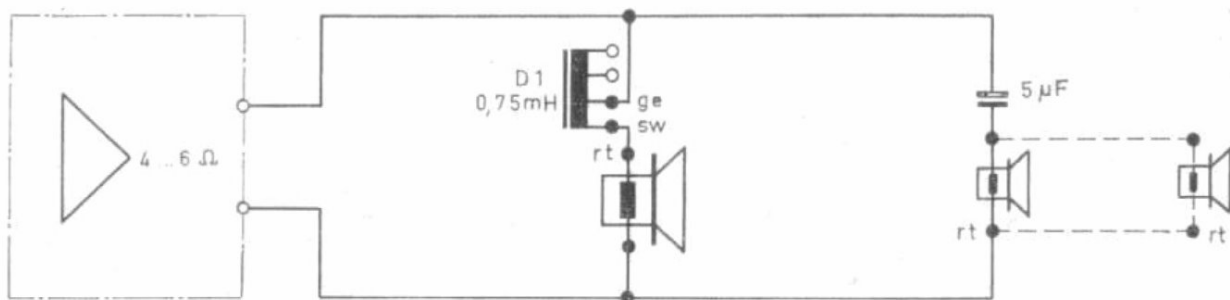
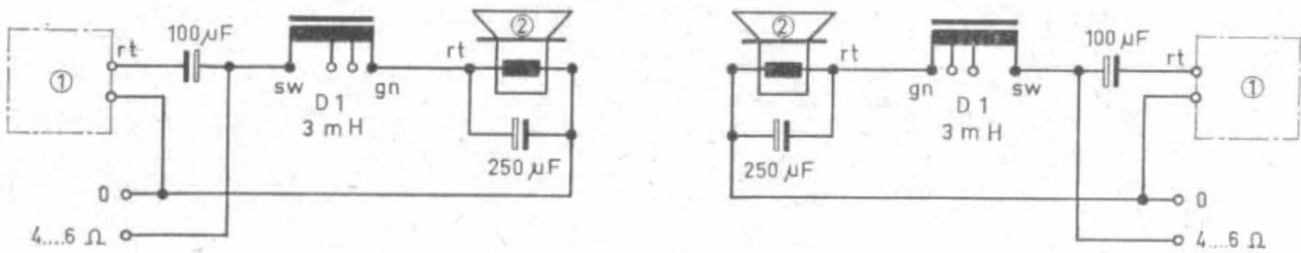
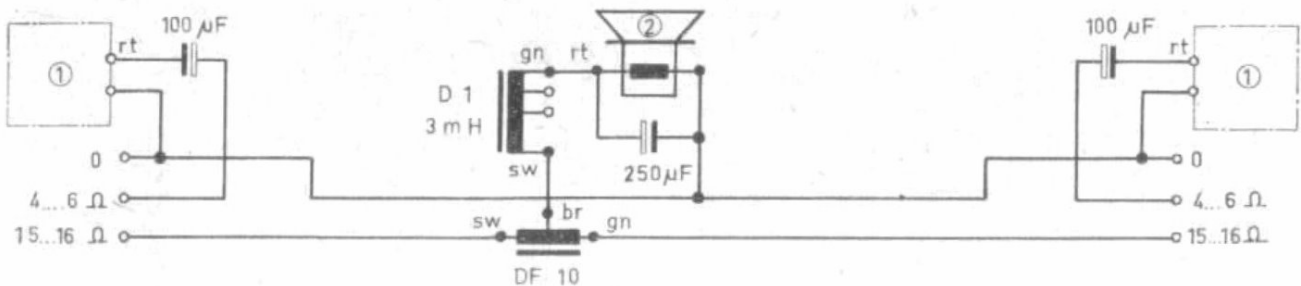

Abb. 7
Abb. 11
Abb. 12
Abb. 7 zeigt die Zusammenschaltung eines Tieftonlautsprechers mit 1 oder 2 Hochtonlautsprechern, wenn kein zusätzlicher Mitteltonlautsprecher verwendet werden soll. Die gleiche Schaltung findet auch bei der Kombination eines Mitteltonlautsprechers mit Hochtonlautsprechern Verwendung, wie sie z. B. für Stereo-Anlagen nach Abb. 11 und Abb. 12 benötigt wird. In diesem Fall kann die Drossel D 1 entfallen.
- B. Von jeder Seite werden nur die Stereo-Frequenzen oberhalb 250 Hz abgestrahlt, die tiefen Frequenzen bis 250 Hz dagegen von zwei elektrisch getrennt bleibenden Tieftönern, die dicht beieinander in der Mitte zwischen den Basislautsprechern oder sogar in einem gemeinsamen Gehäuse untergebracht sind. Die Schaltung einer solchen Anlage erfolgt z. B. nach Abb. 11. Geeignete Basislautsprecher finden Sie unter Punkt 5.2.
Bei Verstärkern mit eingebauten Ausgangsübertragern, die getrennte Anschlußmöglichkeiten für 4- bis 6-Ohm- und 15- bis 16-Ohm-Lautsprecher besitzen, kann der gemeinsame Tieftonlautsprecher entsprechend Abb. 12 angeschlossen werden. Bei anderen Typen, bei denen ein Mono-Ausgang (Summe A + B) vorhanden ist, kann der Differentialübertrager DF 10 entfallen und der Tieftonlautsprecher mit Drossel D 1 und Elektrolytkondensator 250 μF direkt an den Summenausgang angeschlossen werden.
Erläuterungen zu Abb. 11 und 12
A. 1 PT 203 C und 1 oder 2 HM 10 C nach Abbildung 7 zusammenschaltet*
B. 1 P 25 A und 1 oder 2 HM 10 C nach Abbildung 7 zusammenschaltet*
Die Dauerbelastbarkeit der Selbstbauvorschläge P. bis T. beträgt bei Anschluß nach Abb. 11 oder Abb. 12 jeweils etwa 15 Watt. Die obere Frequenzgrenze ist bei P., S. und T. 20 000 Hz und bei Q. und R. 18 000 Hz. Da keine Abstrahlung tiefer Frequenzen erforderlich ist, kann das Gehäuse für diese Kombination so klein ausgeführt werden, daß die Lautsprecher gerade Platz haben. Empfehlenswert ist ein vollständig geschlossenes Gehäuse, das mit Dämpfungsmaterial lose gefüllt ist.